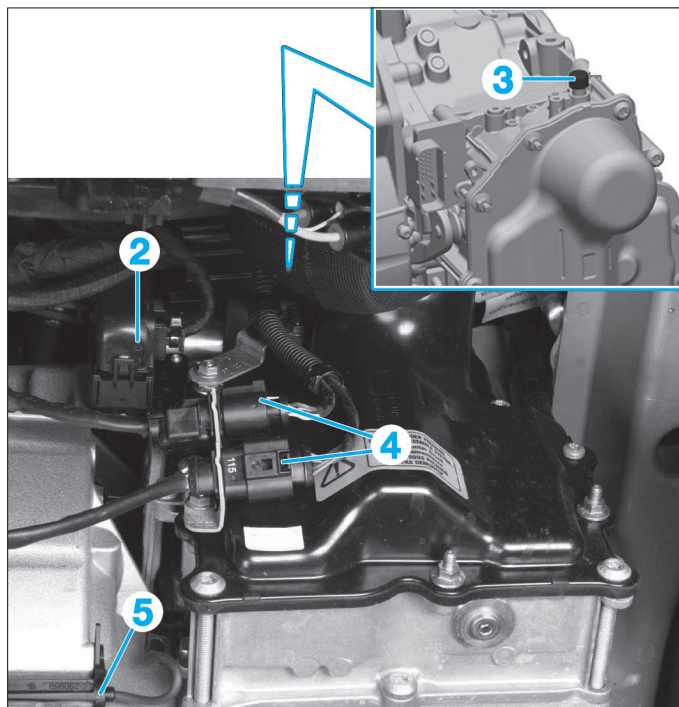

Fig. 12
- Débrancher le connecteur du calculateur (2) de la boîte de vitesses (Fig.12).
- Retirer le capuchon d'aération (3) et obturer le trou au moyen d'un bouchon approprié de manière à ce qu'il soit étanche à l'huile.
- Débrancher les connecteurs inférieurs (4).
- Déposer le capteur de régime d'entrée de boîte (5).